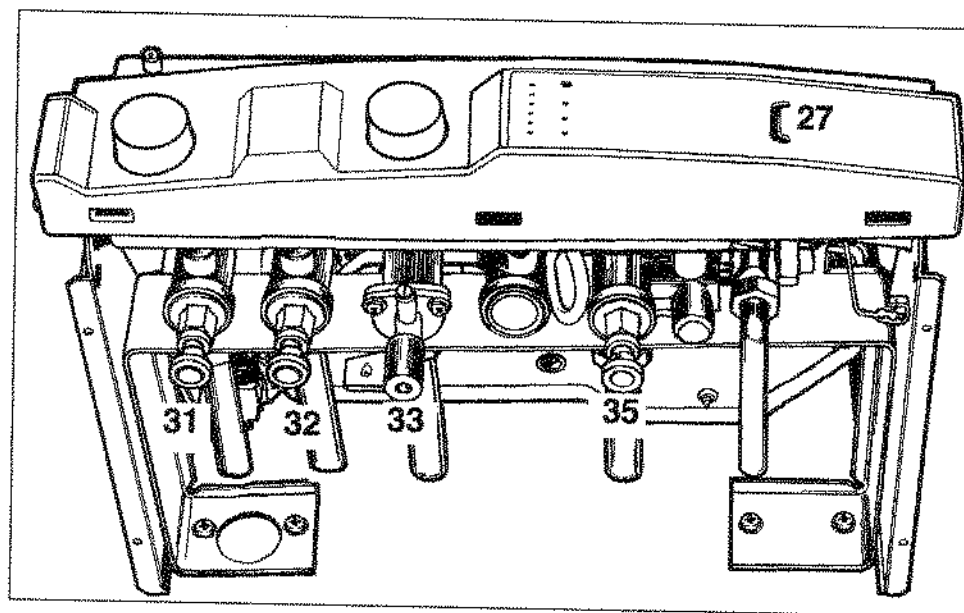

Fig. 14
- Vérifier que les robinets départ chauffage "31", départ réchauffage ballon "32" et retour chauffage "35" (fig. 14) sont bien ouverts ;
- Refermer le robinet lorsque l'aiguille du manomètre "27" (fig. 14) est supérieure à la pression déterminée en page 7 ;
- Ouvrir le robinet d'arrivée de gaz "33" (fig. 14) ;